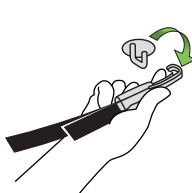
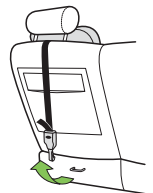

Figure 90a
Figure 90b
- Insérez et maintenez le ressort de rétention sur le crochet d'attache, puis retirez-le de l'ancrage supérieur du véhicule, tel qu'illustré dans la **Figure 90a** et **Figure 90b**.